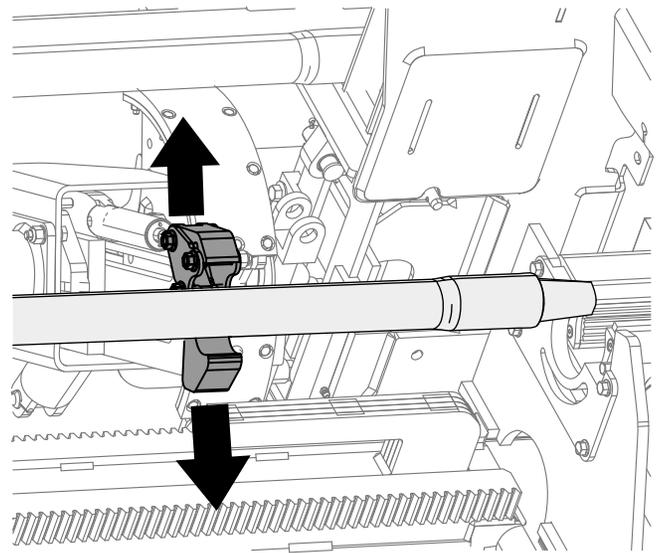
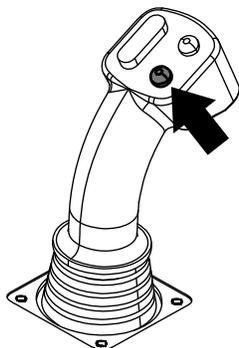

Figura 36
Figura 35
10. Mantenga pulsado el botón inferior del joystick (Figura 35) para liberar el tubo (Figura 36) y suelte el botón.